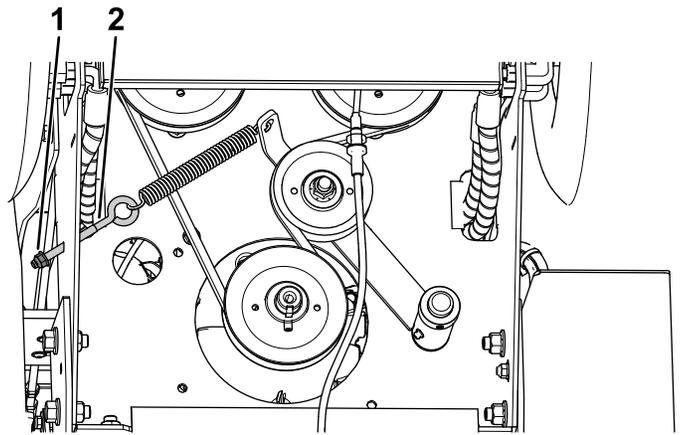

Figure 91
3. Tout en maintenant le boulon à œil en place, desserrez le contre-écrou vissé dessus pour détendre le ressort (Figure 91).